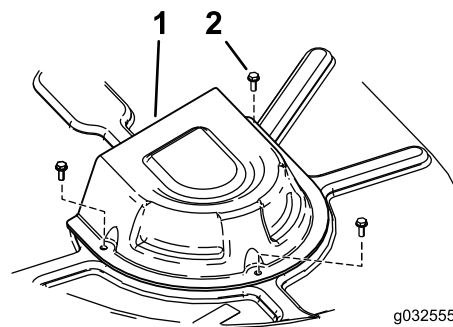

Figure 62
4. Déposez les couvercles de poulie (Figure 62).
- Reposez les couvercles de poulie (Figure 62).